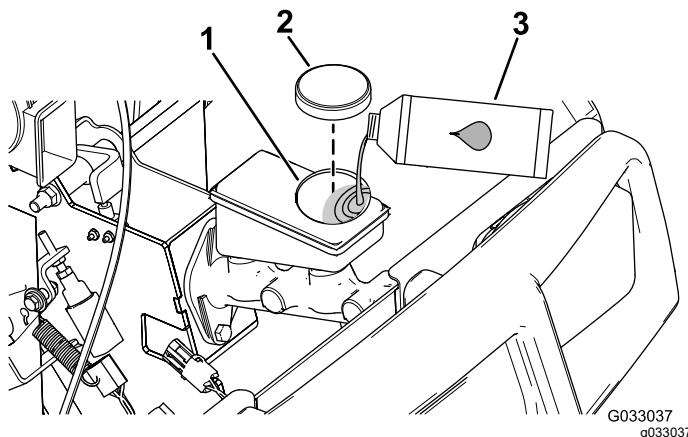

Figura 48
1. Eleve el capó para acceder al cilindro del freno principal y al depósito (Figura 48).
- A. Limpie la zona alrededor del tapón del depósito y retire el tapón (Figura 48).
- C. Coloque el tapón del depósito (Figura 48).